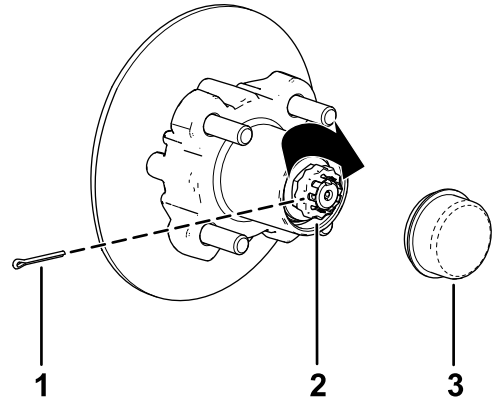

Figure 35
sont alignés et permettent d'insérer la goupille fendue (Figure 35).
9. Insérez la goupille fendue et repliez chaque jambe autour du frein d'écrou (Figure 35).
10. Reposez le couver-moyeu sur le moyeu (Figure 35).